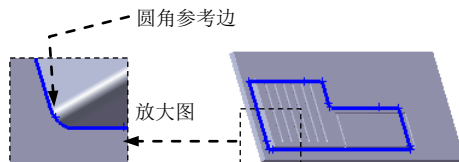

图 17.7.33 选取圆角 3 参考边
Step17. 创建图 17.7.33 所示的圆角 3。选择下拉菜单 **插入(I)** → **特征(F)** →
圆角(U)... 命令；选取图 17.7.33 所示的边线为圆角的参考边，输入半径值 2。